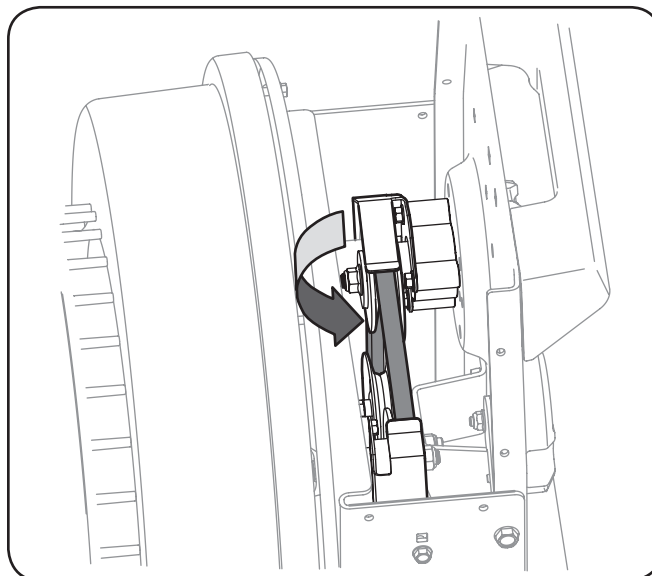

Figura 5-2
3. Saque con cuidado la correa de la polea de transmisión del motor como se indica en la Figura 5-2.